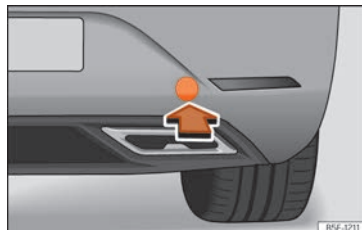

Fig. 53 Du côté droit du pare-chocs arrière : retirer le cache.
Le logement de l'œillet de remorquage à visser se trouve sur la partie droite du pare-chocs arrière, derrière un cache »» fig. 53.
- Appuyez sur la partie inférieure du cache »» fig. 53 afin de le dégager.